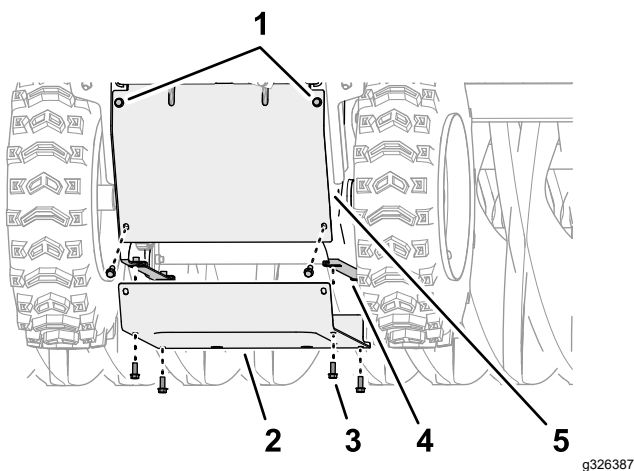

Figure 47
5. À l'arrière de la machine, desserrez les 2 vis à embase supérieures ($\frac{1}{4}$ " x $\frac{5}{8}$ ") qui fixent le couvercle arrière sur la machine (Figure 47).
6. Retirez les 6 vis à embase ($\frac{1}{4}$ " x $\frac{5}{8}$ ") qui fixent le couvercle inférieur sur la machine, et déposez le couvercle (Figure 47).